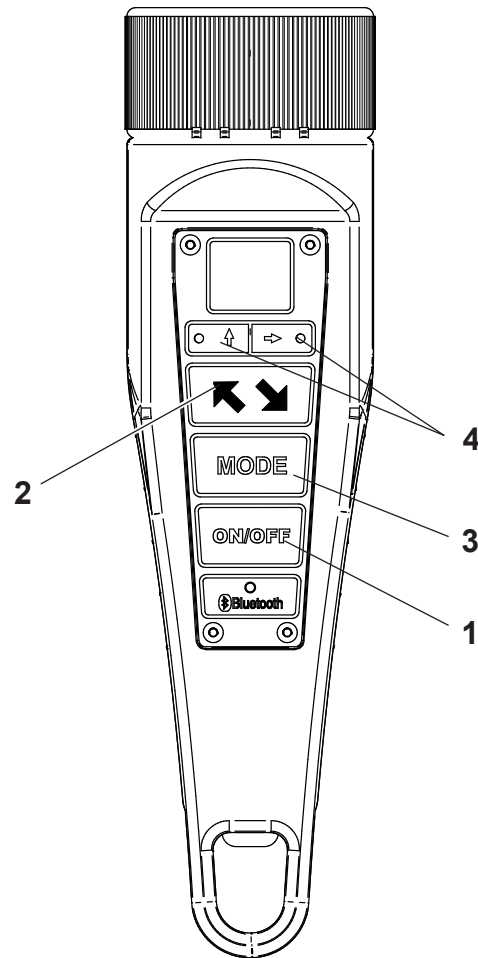

Fig. 43
Accensione (Rif. Fig. 43) - Posizionare l'interruttore generale in posizione 1, premere il tasto **ON/OFF** (1) si attiva la centralina idraulica e si accende la lampada.
Turning on (Ref. Fig. 43) - Set the main switch to position 1, press the **ON/OFF key** (1) to activate the hydraulic control unit and the lamp turns on.
Einschalten (Zu Abb. 43) - Den Hauptschalter auf 1 stellen; die Taste **ON/OFF** (1) drücken. Das Hydraulikaggregat wird aktiviert, und die Lampe schaltet sich ein.
Allumage (Réf. Fig. 43) - Positionner l'interrupteur général en position 1, presser la touche **ON/OFF** (1) l'unité de commande hydraulique s'active et la lampe s'allume.
Encendido (Ref. Fig. 43) - Lleve el interruptor principal a la posición 1, pulse el botón **ON/OFF** (1) para activar la unidad de control hidráulica y encender la lámpara.